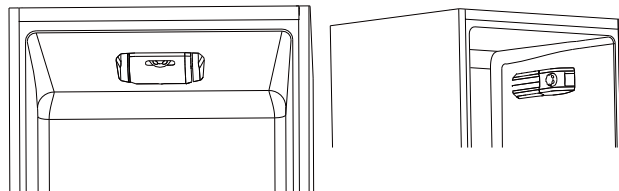

Abb.4
- Die Thermostatgruppe zur Steuerung des Geräts ist im Inneren des Kühlraums untergebracht (Abb. 4). Drehen Sie den Thermostatregler über die Position "0" hinaus. Das Licht ist eingeschaltet, wenn die Kühlschranktür geöffnet ist.